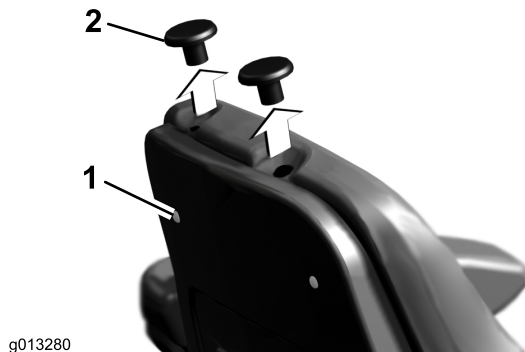

図 1
2. シートクッションをシート背板に固定しているねじ2本をゆるめる（図 1）。
3. シートクッションの上面についている打ち抜きプラグ（2枚）を打ち抜いて外す（図 1）。プラグを打ち抜くのが難しい場合には、背板のねじ2本をもう少しゆるめてください。